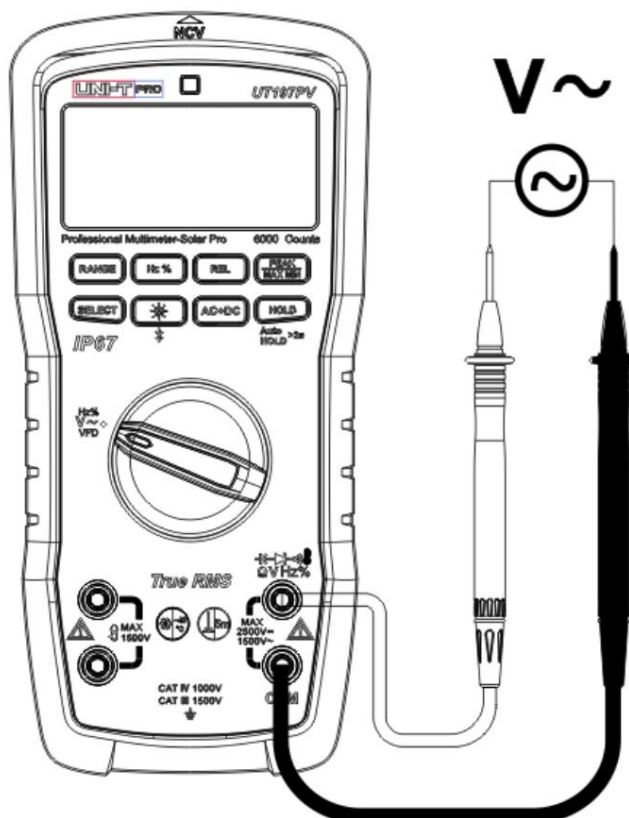

Figura 5
2. Măsurarea tensiunii alternative (Figura 5)